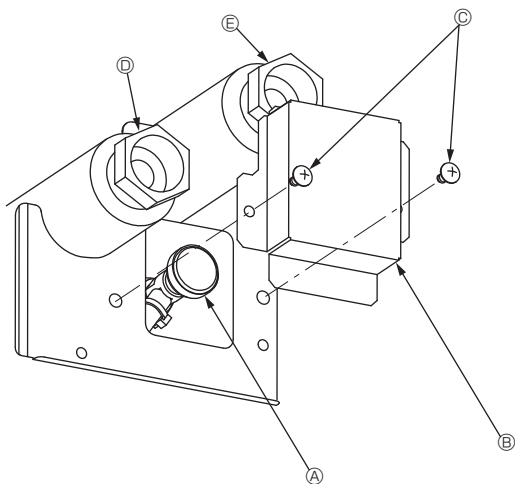

Fig. 7-1
7.2.2. Válvula de salida de aire de la unidad interior (Fig. 7-1)
- ① Retire la cubierta de la válvula de purga de aire.
- ② Gire el mando de la válvula de purga de aire para liberar el aire.
- ④ Válvula de purga de aire
- ③ Cubierta de la válvula de purga de aire (Torsión de apriete: $1,3 \pm 0,3$ N·m)
- ⑤ Tornillo
- ⑥ Salida
- ⑦ Entrada